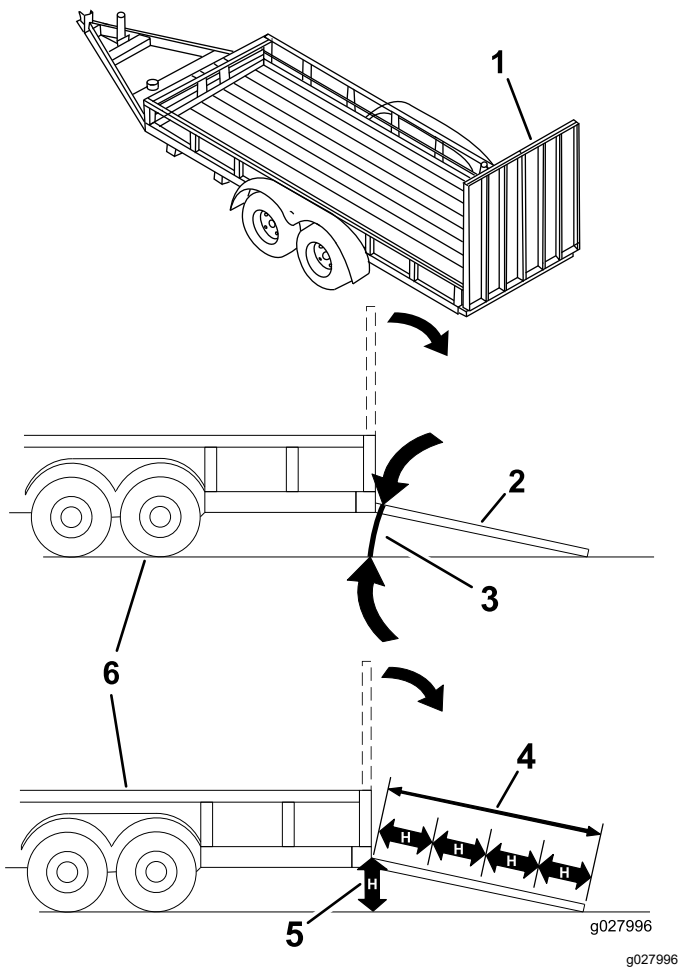

Figura 30
El cargar la máquina en un remolque o un camión aumenta la posibilidad de un vuelco y podría causar lesiones graves o la muerte (Figura 30).
1. Baje la rampa, asegurándose de que el ángulo entre la rampa y el suelo no supera los 15 grados (Figura 30).